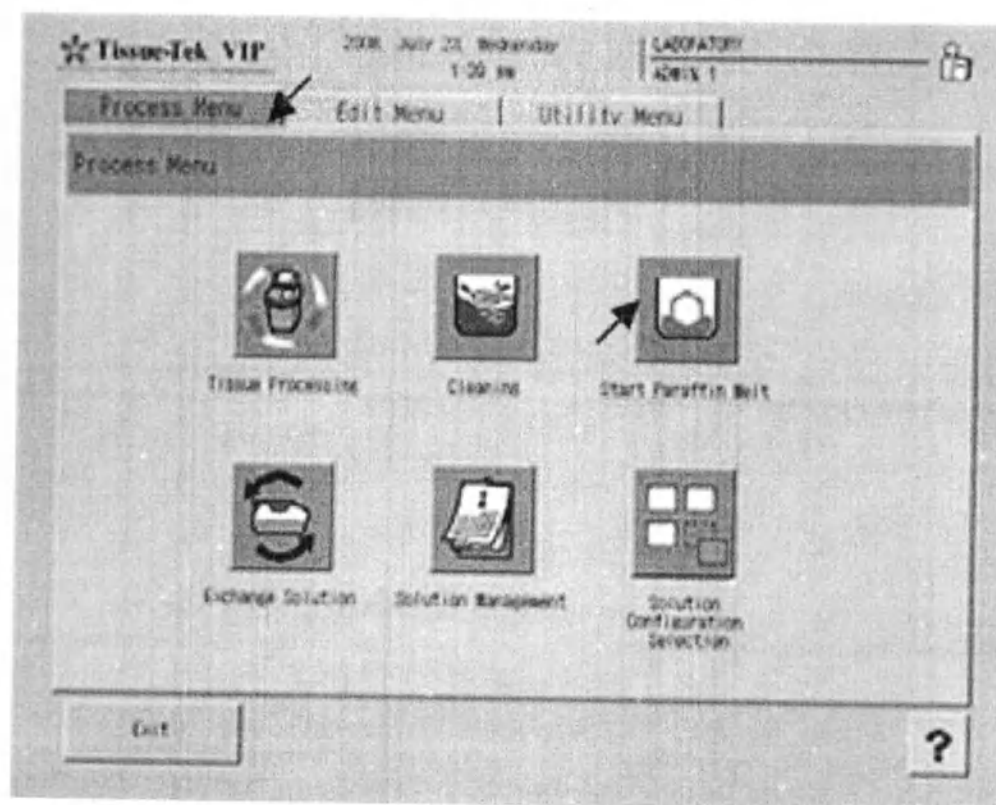

Рис. 32 Кнопка «Запуск плавления парафина»
5. Выберите закладку «Process Menu» (Меню процессов) и нажмите кнопку «Start Paraffin Melt» (Запуск плавления парафина) (Рис. 32).